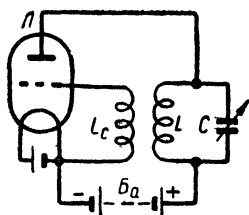
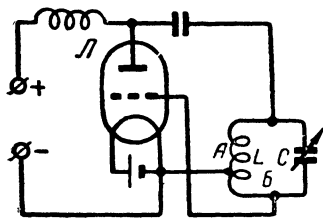

Рис. 3. Схема генератора с трансформаторной связью.
Рис. 4. Схема генератора с автотрансформаторной связью.
Схема этого генератора исключительно проста (рис. 3). В анодной цепи электронной лампы (триода)  $L$  включен колебательный контур  $LC$ , а в цепи сетки лампы — катушка  $L_c$ , близко расположенная в контурной катушке  $L$ . Вот и весь генератор.
**Трехточка.** Мы уже указывали, что сетке лампы совершенно безразлично, откуда ей подается «раскачка». В схеме на рис. 3 обратная связь анодного контура с сеткой — *трансформаторная*. Вскоре было доказано, что иметь отдельную катушку обратной связи совершенно не обязательно. Для этого применили схему, у которой сетка (рис. 4) непосредственно присоединена к контурной катушке  $L$ . На сетку лампы  $\mathcal{L}$  подается напряжение, возникающее на части  $A-B$  витков контурной катушки. Чем больше витков между точками  $A$  и  $B$ , тем большее напряжение подается на сетку, тем сильнее обратная связь. Наоборот, передвигая соединительный проводник сетки к точке  $B$ , мы уменьшали бы обратную связь. Такая связь называется *автотрансформаторной*. В принципе она ничем не отличается от трансформаторной. Оба способа представляют разновидности индуктивной связи: напряжение на сетке создается благодаря электромагнитной индукции.
Подачу порций энергии от лампы в контур строго в такт радиоспециалисты называют *подачей в фазе*. Схема с трансформаторной связью может не возбудиться, если импульсы на сетке не в фазе с импульсами анодного тока. В этой схеме правильная фазировка достигается очень просто: если генератор не возбуждается, достаточно переключить концы сеточной катушки. В схеме с автотрансформаторной связью нужно расположить проводники только так, как показано на рис. 4.